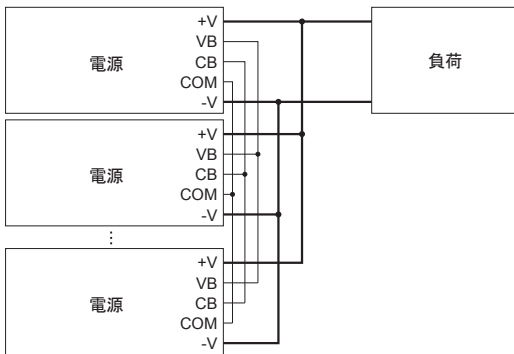

図 2.3 N+1 冗長運転時の接続
■ 図 2.3 の配線をする事で、N + 1 並列冗長運転を行うことができます。並列する電源間の出力電圧差を、並列接続前に、-250 は ± 1,000mV、-144 は ± 600mV、それ以外は、± 200mV 以下になるように調整して下さい。